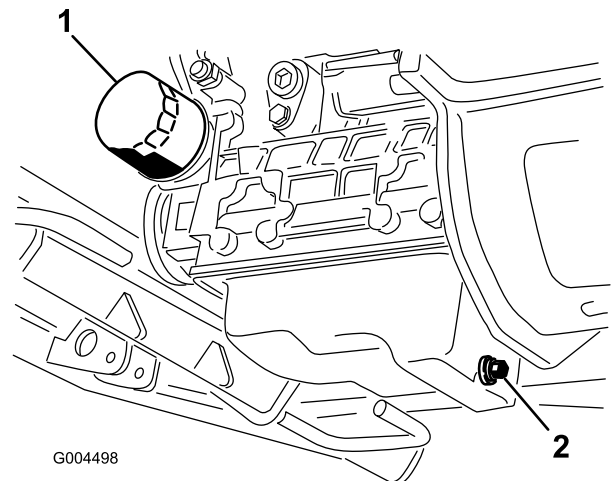

Bild 44
3. Stellen Sie eine Ablaufwanne unter die Ölwanne und richten Sie sie mit der Ablassschraube aus (Bild 44).
6. Entfernen und wechseln Sie den Ölfilter aus (Bild 44).